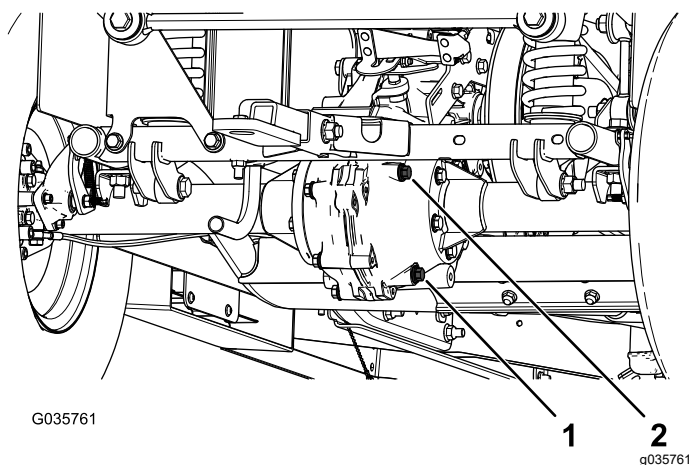

Figura 58
4. Togliete il tappo di riempimento sul transaxle (Figura 58).
5. Se il livello del fluido è basso, togliete il tappo di riempimento e aggiungete il fluido specificato finché non fuoriesce (Figura 58).
1. Allineate una bacinella di spurgo sotto il tappo di spurgo (Figura 58).
2. Togliete il tappo di riempimento e la guarnizione (Figura 58).
3. Togliete il tappo di spurgo e la guarnizione per lasciare defluire completamente il fluido (Figura 58).